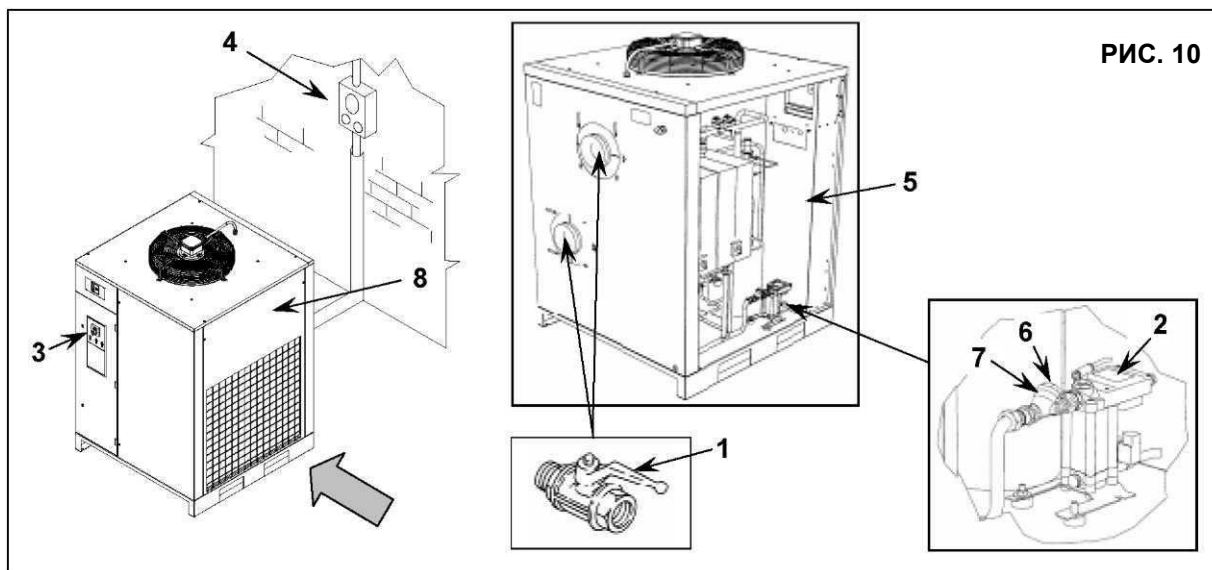

РИС. 10
### 15.2 ОЧИСТКА ФИЛЬТРА УСТРОЙСТВА АВТОМАТИЧЕСКОГО СЛИВА КОНДЕНСАТА (Рис. 10)
- Закройте кран, поз. 1, рис. 10
- Снимите панель (поз. 5, рис. 10)
- Сбросьте давление в осушителе, нажав кнопку слива конденсата "TEST", расположенную на пароотделителе Поз. 2, рис. 10.
- Выключите устройство. Поверните переключатель в положение "STOP", поз. 3, рис. 10
- Включите автоматический дифференциальный переключатель питания, поз. 4, рис. 10
### 15.3 ОЧИСТКА КОНДЕНСАТОРА (Рис. 10)
- Снимите панель (поз. 8, рис. 10)
- Очистите ребра конденсатора, поз. 1 сжатым воздухом (рис. 10) **ЗАПРЕЩАЕТСЯ ИСПОЛЬЗОВАТЬ ВОДУ ИЛИ РАСТВОРИТЕЛИ**
- Закройте панель, поз. 8, рис. 10